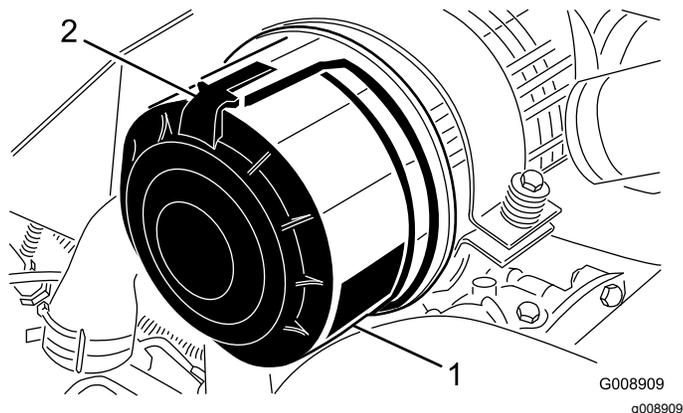

Рисунок 79
1. Отпустите защелки, фиксирующие крышку воздухоочистителя на его корпусе (Рисунок 79).